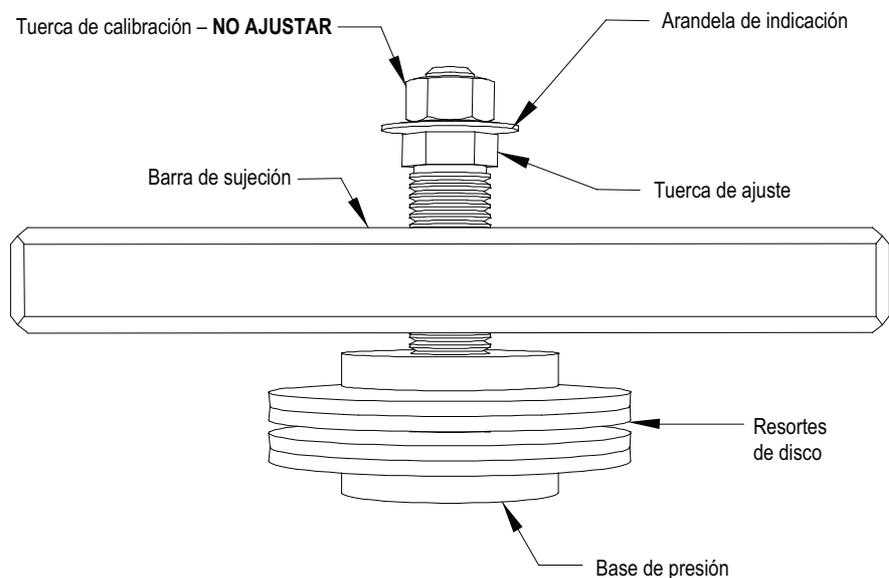

Figura 34 – Ilustración del cabezal de sujeción
3. Retire del PowerCage el disipador térmico con el sensor térmico. Elimine la carga de sujeción (consulte la Figura 34 en la página 55).